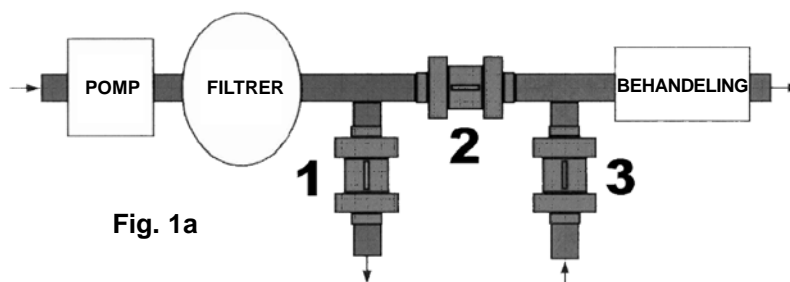

Fig. 1a
- Open de kleppen nr. 1, 2 en 3 op het maximum (Fig. 1a).
- Indien nodig moet het debiet wordt bijgesteld met de klep 3 (Fig. 1a)
Isoleer de pomp van het hydraulische circuit van het zwembad door **klep 1 en 3 te sluiten (fig. 1a)** en **klep 2 (Fig. 1a)** tot het maximum te openen.